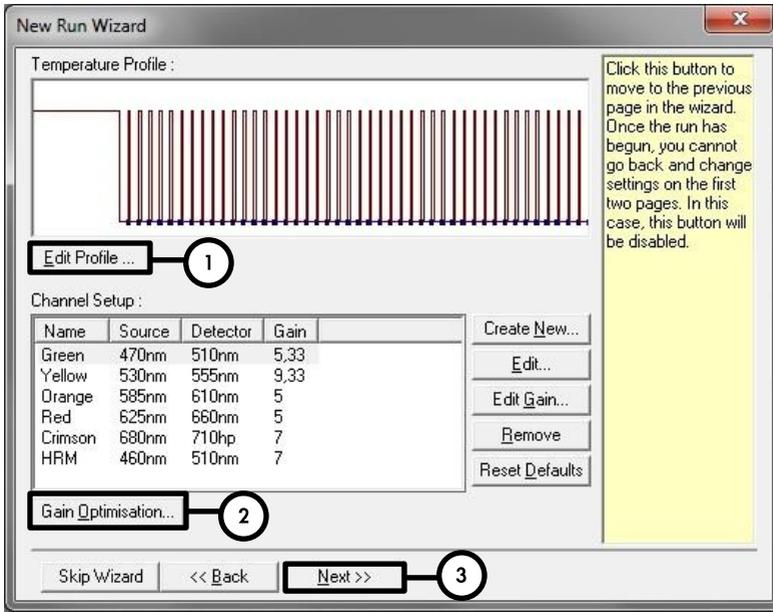
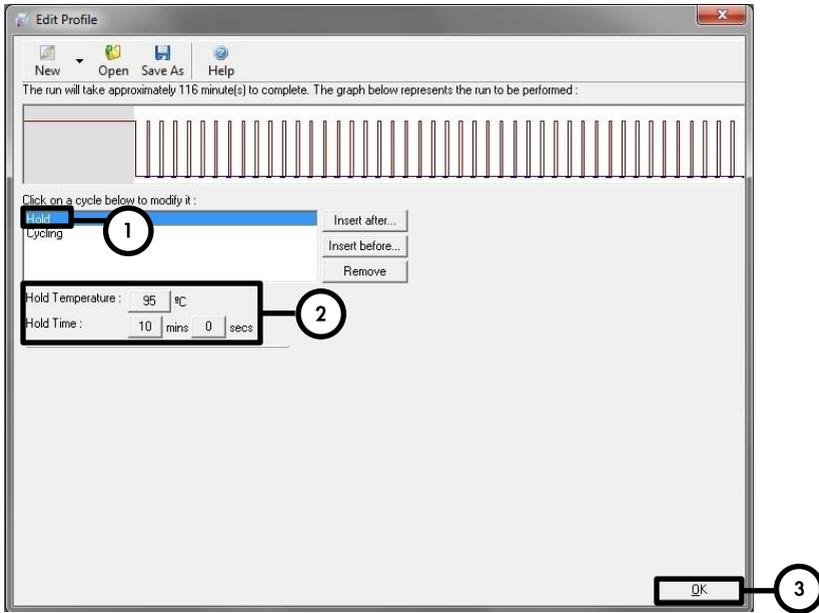
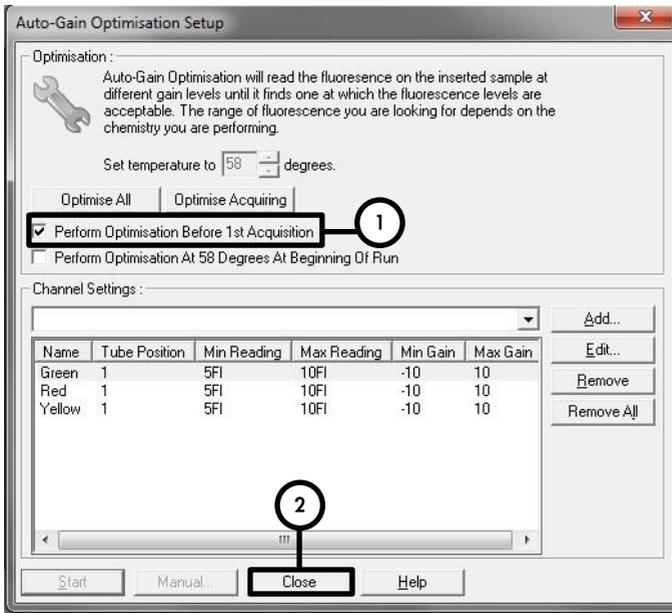

Abbildung 4. Bearbeiten des Profils.
Abbildung 5. Initiale Aktivierung des Hot-Start-Enzyms.
Abbildung 7. Einstellen der Sensitivität der Fluoreszenzkanäle.
Initiale Aktivierung des Hot-Start-Enzyms	Abbildung 5
Einstellen der Sensitivität der Fluoreszenzkanäle	Abbildung 7
9. Klicken Sie im nächsten Dialogbereich **New Run Wizard** (Abbildung 4) auf die Schaltfläche **Edit Profile** (Profil bearbeiten) und programmieren Sie das Temperaturprofil wie in Abbildung 5 und 6 gezeigt.
10. Der Messbereich der Fluoreszenzkanäle muss auf die Fluoreszenzintensitäten in den PCR-Röhrchen abgestimmt werden. Klicken Sie im Dialogbereich **New Run Wizard** auf **Gain Optimisation** (Optimierung der Verstärkung) (siehe Abbildung 4, Schritt 2), um den Dialogbereich **Auto-Gain Optimisation Setup** (Einrichten der Optimierung der automatischen Verstärkung) anzuzeigen (Abbildung 7). Markieren Sie das Ankreuzfeld **Perform Optimisation Before 1st Acquisition** (Optimierung vor 1. Akquisition durchführen) (Abbildung 7). Achten Sie darauf, dass alle drei Kanäle (Green, Orange und Yellow) für **Auto-Gain Optimisation** (Optimierung der automatischen Verstärkung) ausgewählt sind (Abbildung 7). (Wählen Sie die Kanäle im Dropdown-Menü unter **Channel Settings** [Kanaleinstellungen] aus und klicken Sie auf die Schaltfläche **Add** [Hinzufügen]). Klicken Sie nach Beenden der Verstärkungskalibrierung auf die Schaltfläche **Close** (Schließen) des Dialogbereichs **Auto-Gain Optimisation Setup**.